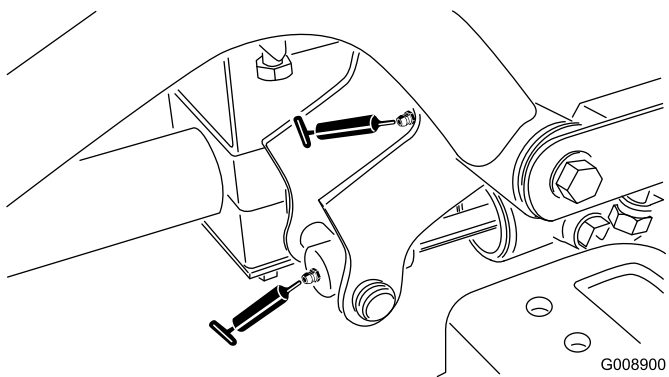

Figura 43
- Articulação do braço de elevação dianteiro esquerdo e cilindro de elevação (2) (Figura 43)